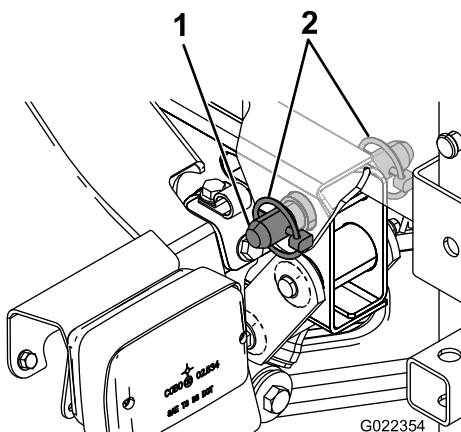

Figura 10
5. Aliniați găurile din consolele pivot din partea din spate a ansamblului saniei rezervorului cu găurile din tubul pivot al platformei de la capătul cadrului vehiculului (Figura 10).
6. Instalai un tift conic cu cap i gaură pentru cui spintecat i 2 tifturi de prindere pe consola pivot pentru a fixa ansamblul rezervorului pe cadru (Figura 10).